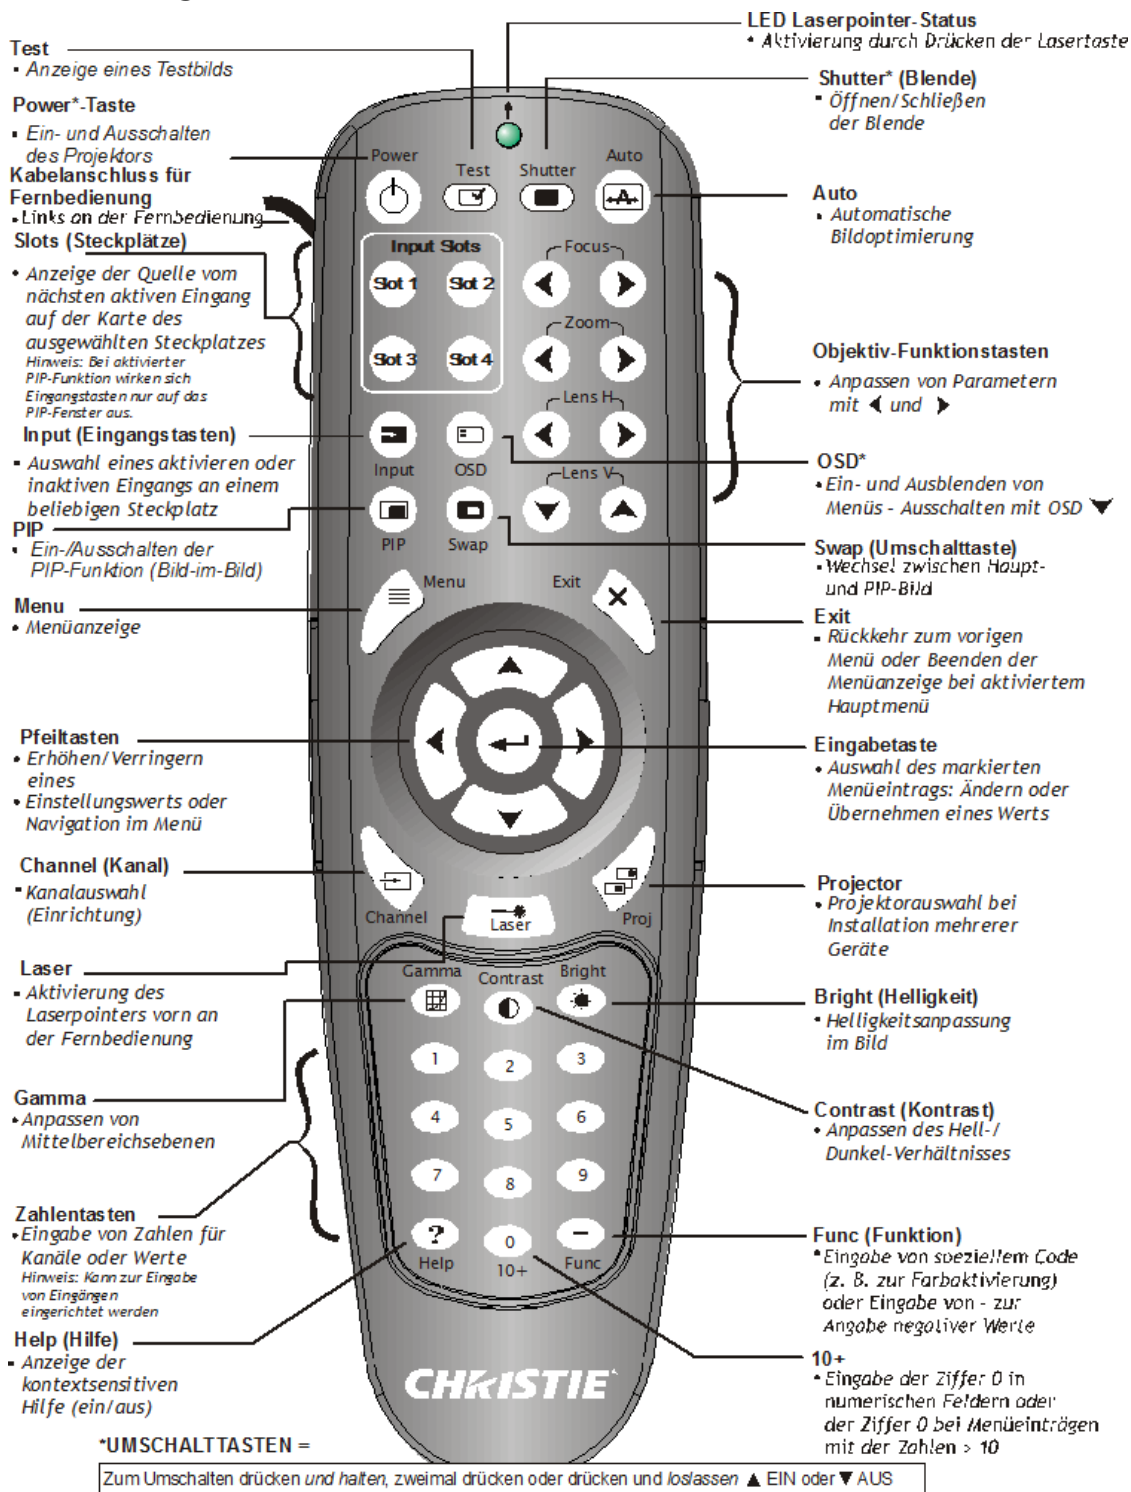

ABBILDUNG 3-1 FERNBEDIENUNG
- **Fernbedienung:** zur Steuerung über eine Entfernung von bis zu 8 m (Kabel für die Verwendung als verkabelte Fernbedienung ist inbegriffen). Mit der Fernbedienung wird der Projektor über schnurlose Kommunikation mittels eines batteriebetriebenen Infrarot-(IR)-Transmitters gesteuert. Verwenden Sie die Fernbedienung genau so wie eine Fernbedienung für ein Fernseh- oder VHS-Gerät. Richten Sie die Fernbedienung beim Drücken einer Funktionstaste auf den IR-Sender an der Vorder- oder Rückseite des Projektors. Einer der beiden IR-Sensoren am Projektor erkennt das Signal und leitet die Befehle zur internen Verarbeitung weiter. Die Fernbedienung verfügt zudem über einen eingebauten Laserpointer. Siehe Abbildung 3-1 Fernbedienung.
**HINWEIS:** Verwenden Sie die Funktionen **POWER**, **BLLENDE** und **OSD**, indem Sie einen der folgenden Schritte ausführen: Drücken und Halten der Taste (zwei Sekunden) oder zweimaliges kurzes Drücken der Taste gefolgt von der **PFEIL-NACH-OBEN-TASTE** zum Einschalten bzw. **PFEIL-NACH-UNTEN-TASTE** zum Ausschalten. Siehe Abbildung 3-1 Fernbedienung.